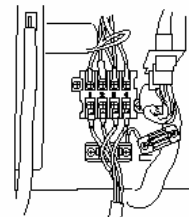

Fig. 17
- 2) Raccorder les câbles d'interconnexion sur le bornier électrique (Figure17).